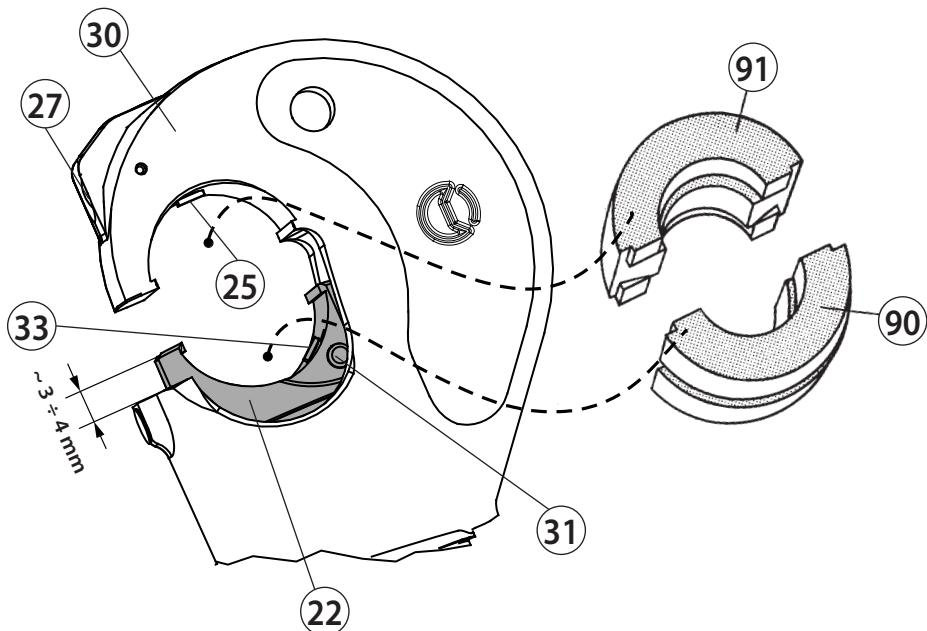
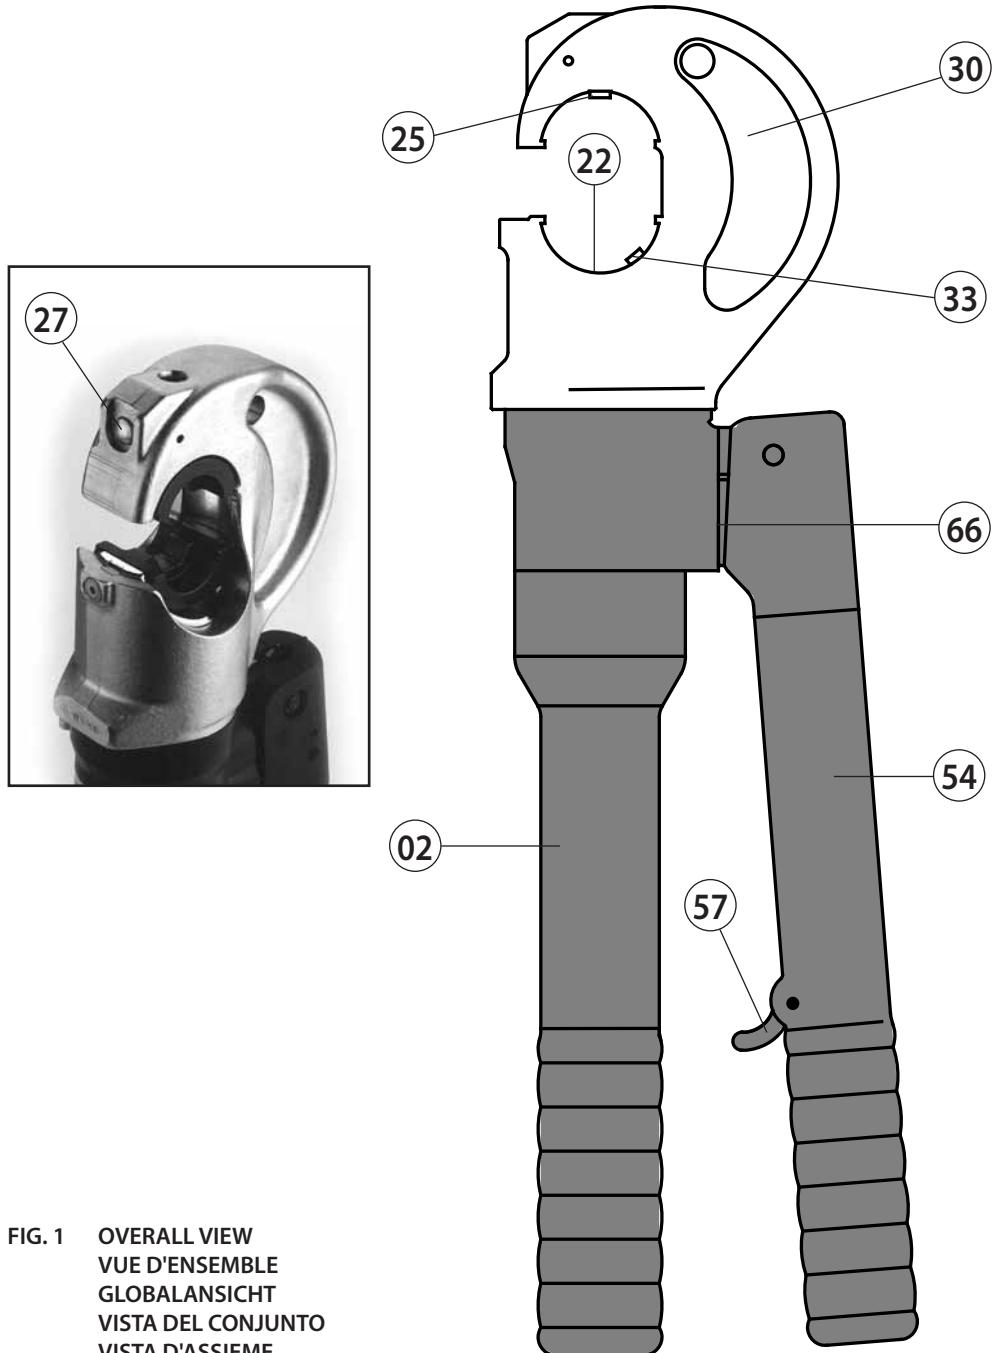

FIG. 2 INSERIMENTO MATRICI
FIG. 1 OVERALL VIEW
2.4) Sblocco delle matrici (Rif. a Fig. 1 e 3)
- Tenendo premuto il grilletto (57) chiudere i manici a fondo; si otterrà così il ritorno del pistone con conseguente apertura delle matrici.
3. CAMBIO DELLE MATRICI (Rif. a Fig. 2)